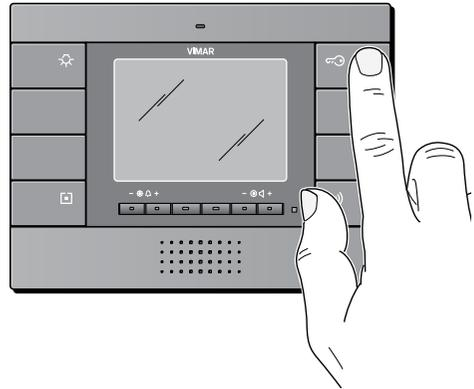

Figure 12
- Appuyer et maintenir appuyé pendant 3 secondes la **touche "B"** (fonction ouvre-porte) (figure 12) ;